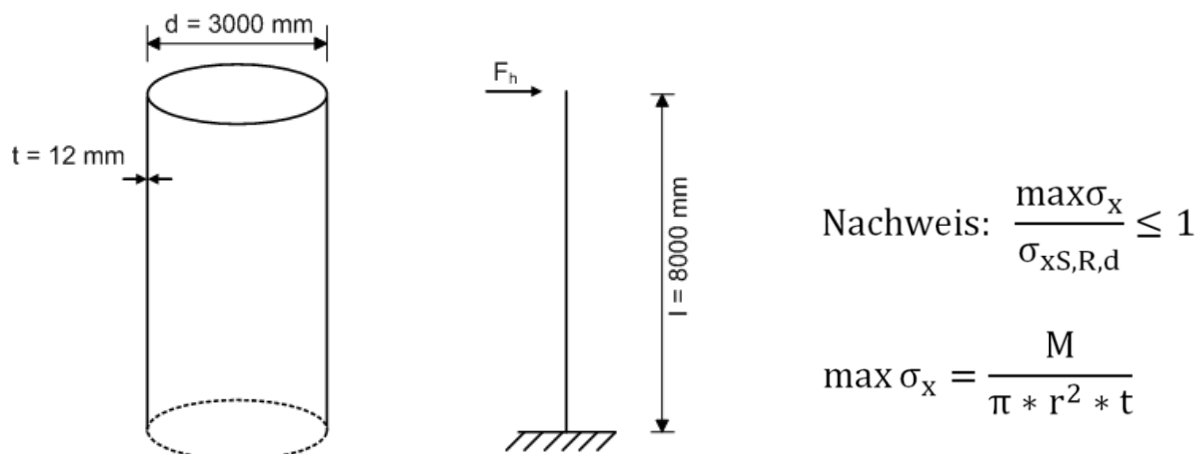

Abbildung 6: Geometrie und horizontale Belastung eines Rohrelementes
Folgende Aufgaben sind unter Zuhilfenahme von Abbildung 6 zu lösen:
1. Beschreibt, was ein Moment ist und wie die **Momentenlinie** für einen eingespannten Kragerarm mit der Belastung $F_h = 300kN$ aussieht, siehe Abbildung 6.